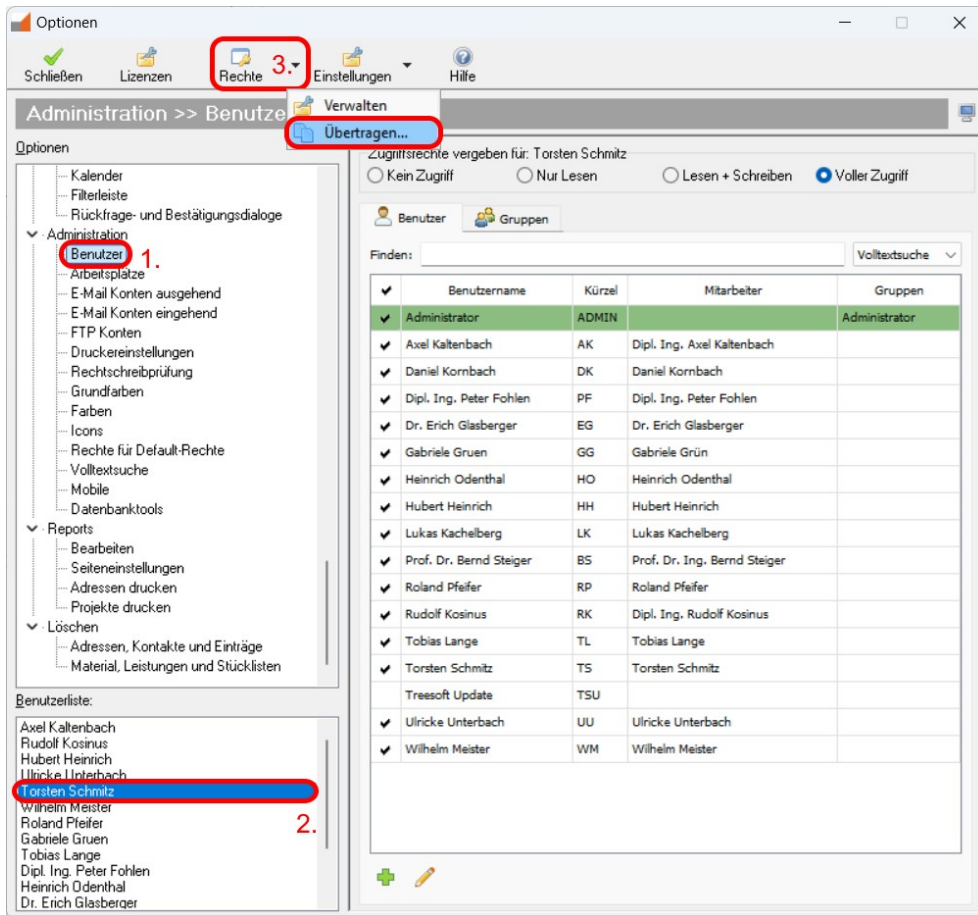

Abbildung 3.7.2: Übertragen der Rechte eines Benutzers im Optionen-Dialog (Beispiel)
4. Wähle über die Dropdown Schaltfläche **Rechte** den Befehl **Übertragen** (siehe Abbildung 3.7.2).